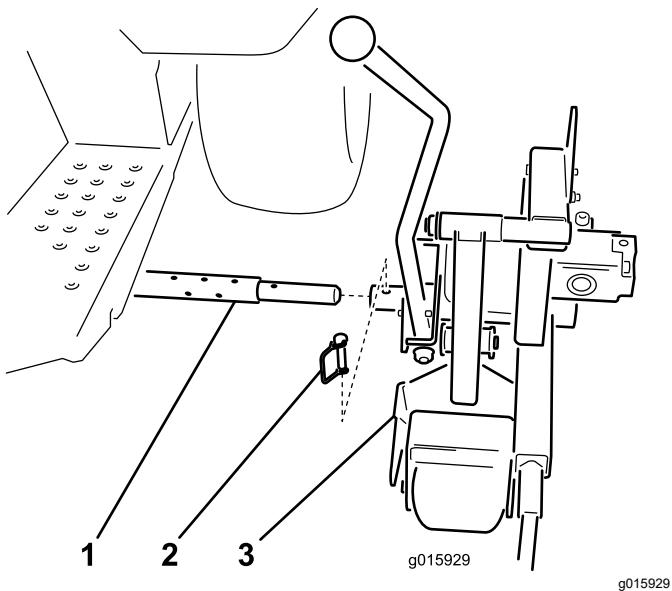

図 5
- クロスチューブに、カッターヘッドのピボットチューブを通す図5。
2. カッターヘッドをクロスチューブにヒッチピンで固定する図 5。